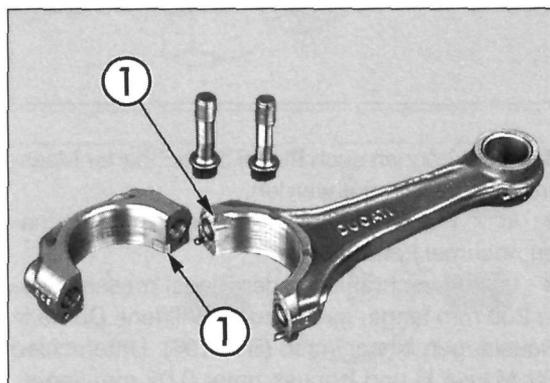

Bild 197
- Pleuellagerschalen in Pleuelstangen und Lagerdeckel einsetzen. Dabei Haltenasen der Lagerschalen in entsprechende Nuten ① Bild 197 der Pleuelstangen und Lagerdeckel einpassen. Schalen von Hand eindrücken.